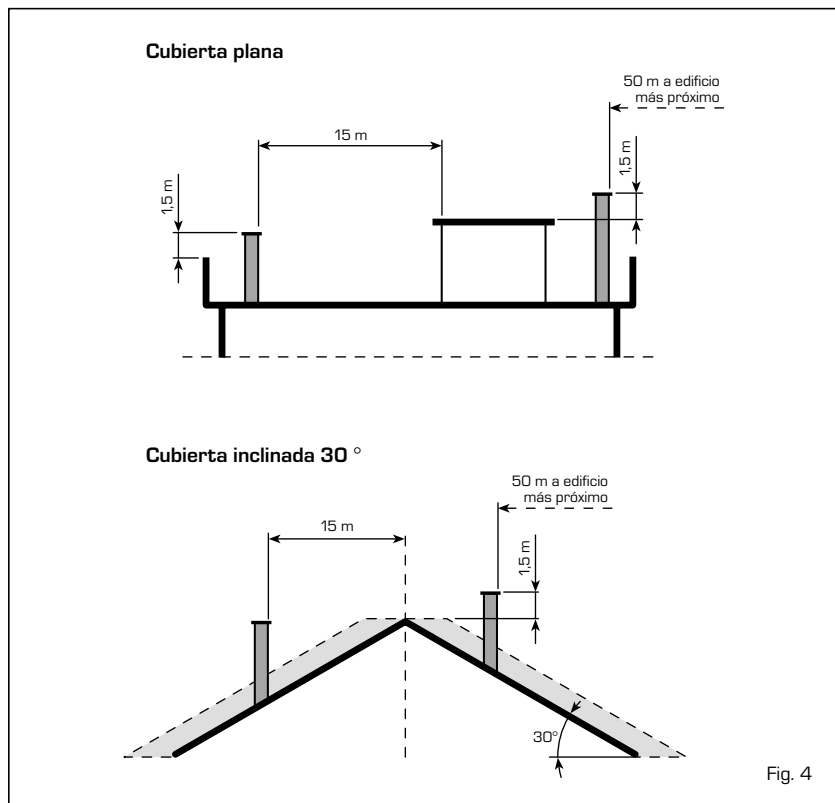

Fig. 4
- Es necesario por consiguiente que sean respetadas las alturas mínimas indicadas en la fig. 4;